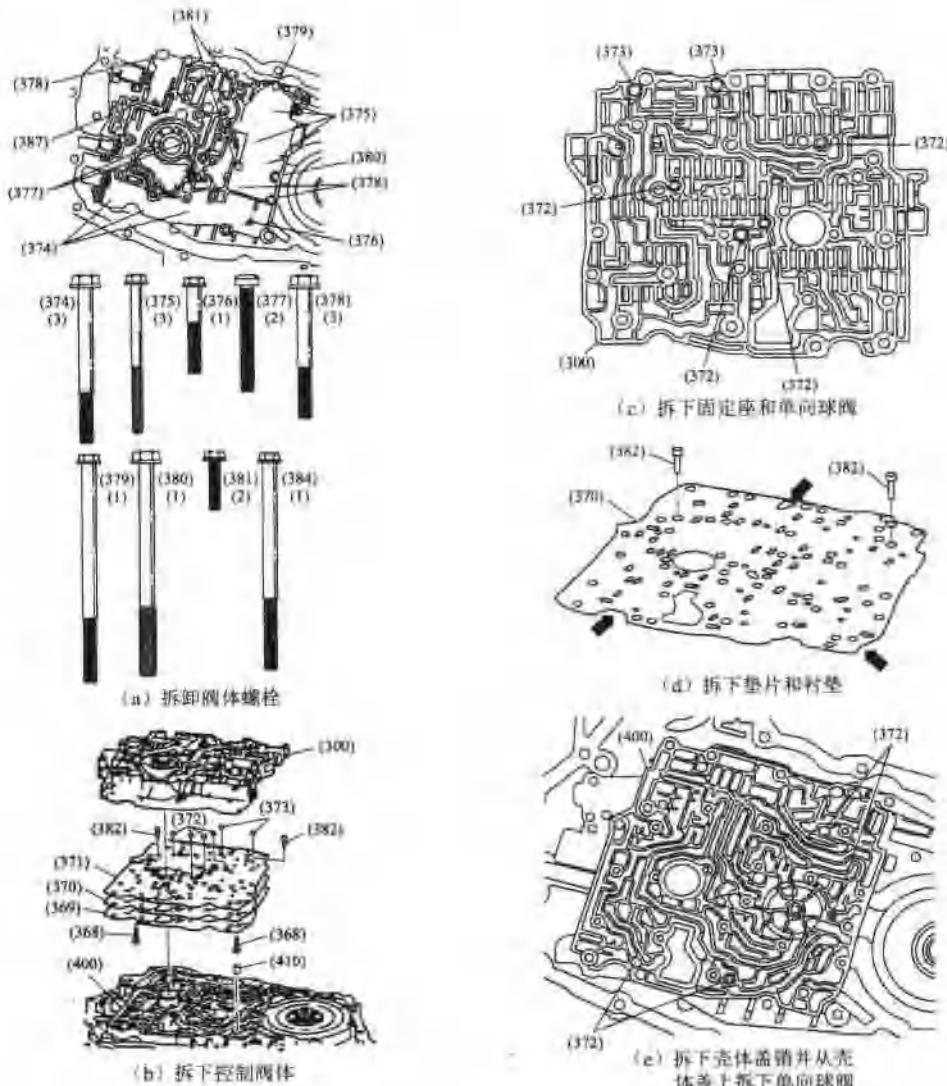

图4.77 控制阀体的拆装
如图 4.77 所示，应在拆卸壳体侧盖、拆卸机油泵后进行。
- ① 拆卸阀体螺栓 (374~381 和 384)，如图 4.77 (a) 所示，小心地提起油压手动阀位置开关总成，使其离开控制阀体。小心对待开关总成，因为开关非常精密。
② 拆下控制阀体(300), 同时将垫片(370)保留在变速器驱动机构上, 如图4.77(b)所示。
③ 从阀体上拆下2个固定座。从阀体上拆下6个单向球阀(372)(373), 如图4.77(c)所示。
④ 拆下带有2个滤网和密封圈总成的垫片和衬垫(371, 370, 369), 如图4.77(d)所示。
⑤ 拆下壳体盖销(410), 从壳体盖(400)上拆下4个单向球阀(372), 如图4.77(e)所示。